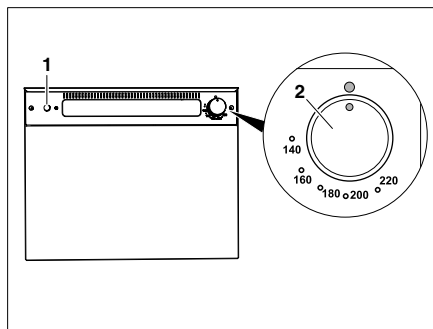

Fig. 326 Horno de gas (Thetford)
- Presionar el regulador giratorio (Fig. 326,2) ligeramente y girarlo hacia la izquierda a una posición cualquiera.
- Presionar el interruptor de encendido (Fig. 326,1) tantas veces como sean necesarias para que arda la llama.
- Girar el regulador giratorio (Fig. 326,2) a "O". La llama se apaga.